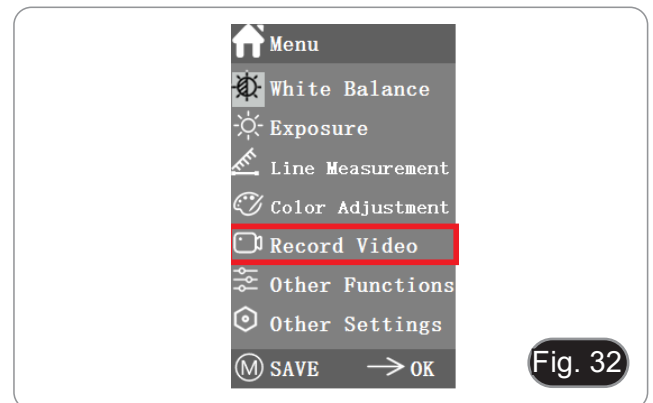

Fig. 32
1. Pulsar el botón M para mostrar el menú en la pantalla (Fig. 32) y elegir la opción de grabación de vídeo pulsando ↑ o ↓.